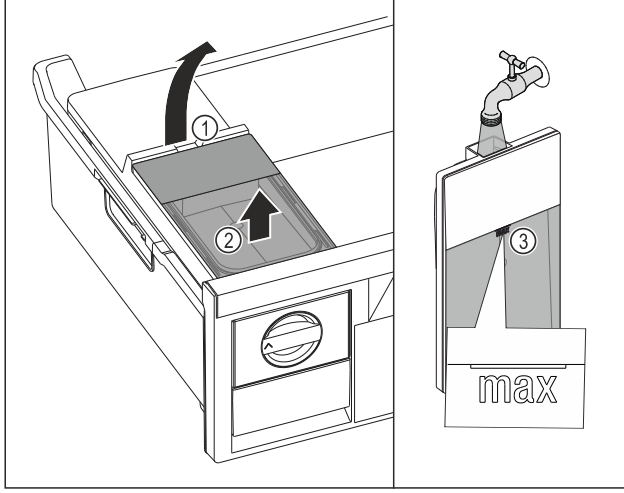

Fig. 124
- Su deposunu boşluktan Fig. 124 (1) tutarak yukarı kaldırın.
- Su deposunu yukarı doğru çıkartın. Fig. 124 (2)
- Su deposuna işarete Fig. 124 (3) kadar içme suyu doldurun.